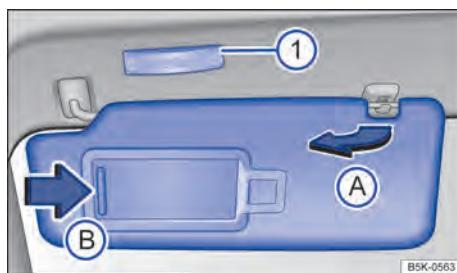

Fig. 83 Para-sol.
- Retirar o para-sol cuidadosamente do suporte segurando a base de fixação e virar na direção das portas → Fig. 83 **(A)**.
No para-sol rebatido para baixo encontra-se um espelho de cortesia atrás de uma cobertura. Ao abrir a cobertura → Fig. 83 **(B)** uma lanterna se acende **(1)**.